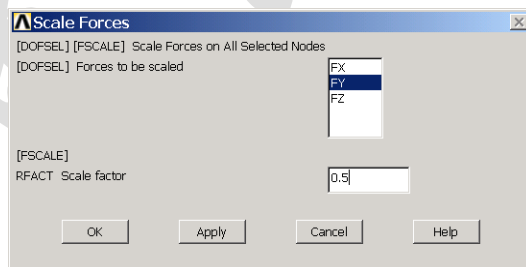

图5.25 比例缩放力
单击 **Main Menu>Solution>Define Loads>Operate>Scale FE Loads>Forces** 菜单，弹出如图 5.25 所示的对话框。在【Forces to be scaled】列表框中选择待缩放的标识，如【FY】；在【Scale factor】文本框中输入缩放比例【0.5】，然后单击【OK】按钮即可。
(3) 单击 Main Menu>Solution>Define Loads>Operate>Scale FE Loads>Forces 菜单，并按图 5.25 进行设置，单击【OK】按钮关闭对话框。